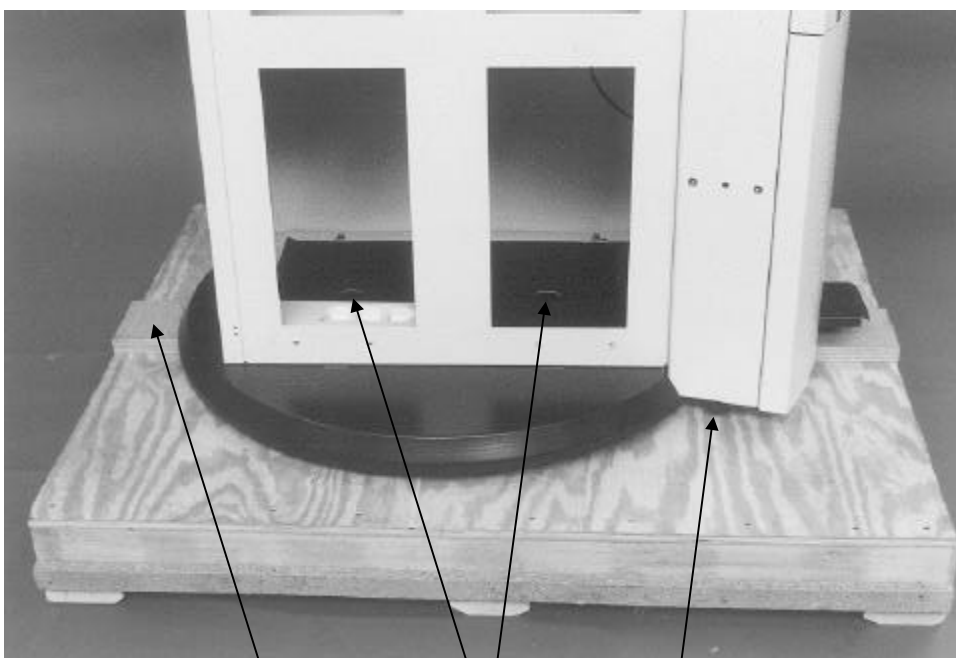

figure 1
- Retirer les boulons qui fixent la machine à la palette (figure 1, n° 1).
- Tourner au maximum les pieds réglage qui se trouvent à l'avant de la machine (figure 1, n° 2).